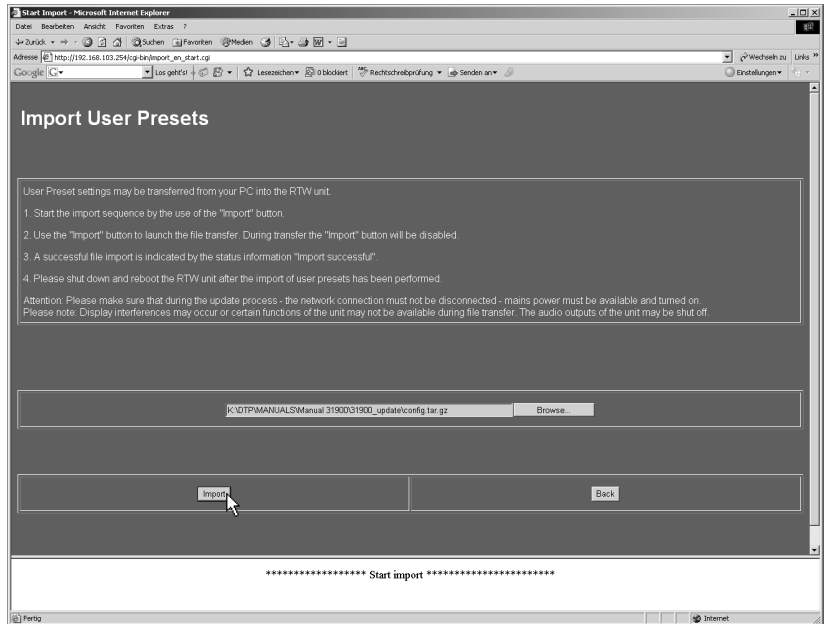

Bild 8-23: Starten des Imports
5. Aktivieren Sie über die Schaltfläche „Import“ den Transfer der Anwender-einstellungen in den SurroundControl (siehe Bild 8-23). Sollte die Schaltfläche „Import“ nicht sichtbar sein, verschieben Sie die Seite mit den grauen Balken am rechten Bildschirmrand. **Achten Sie darauf, dass während des Datentransfers keine Unterbrechung der Netzwerkverbindung oder der Stromversorgung auftritt!**